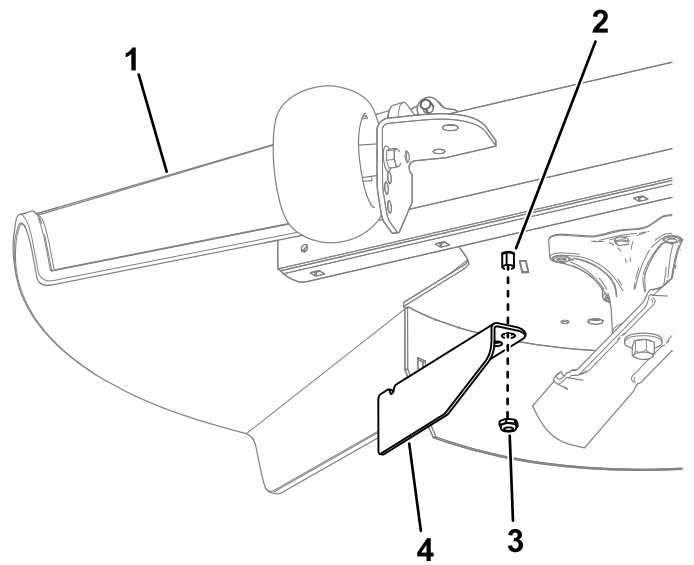

Figura 15
11. Utilice la tuerca para instalar la placa deflectora en la varilla del deflector de hierba, utilizando el taladro exterior en el deflector (Figura 15).
10. Retire la tuerca de la varilla del deflector de hierba debajo de la carcasa del cortacésped (Figura 15).